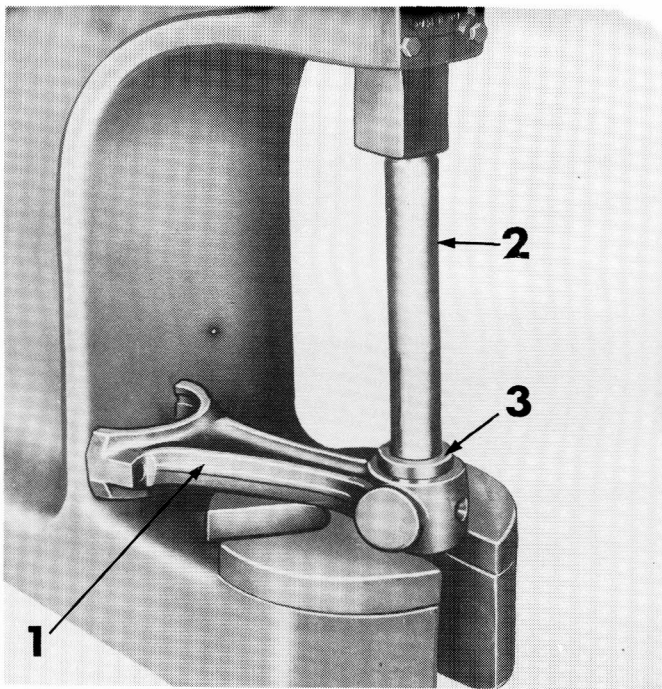

FIGURE 50 : Dépose et pose de la bague de pied de bielle — 1 = Bielle, 2 = Mandrin 815, 3 = Adapteur T 809.
1. Chasser la bague à l'aide du mandrin n° 815, de l'adaptateur n° T - 809 et d'une presse (Figure 50).